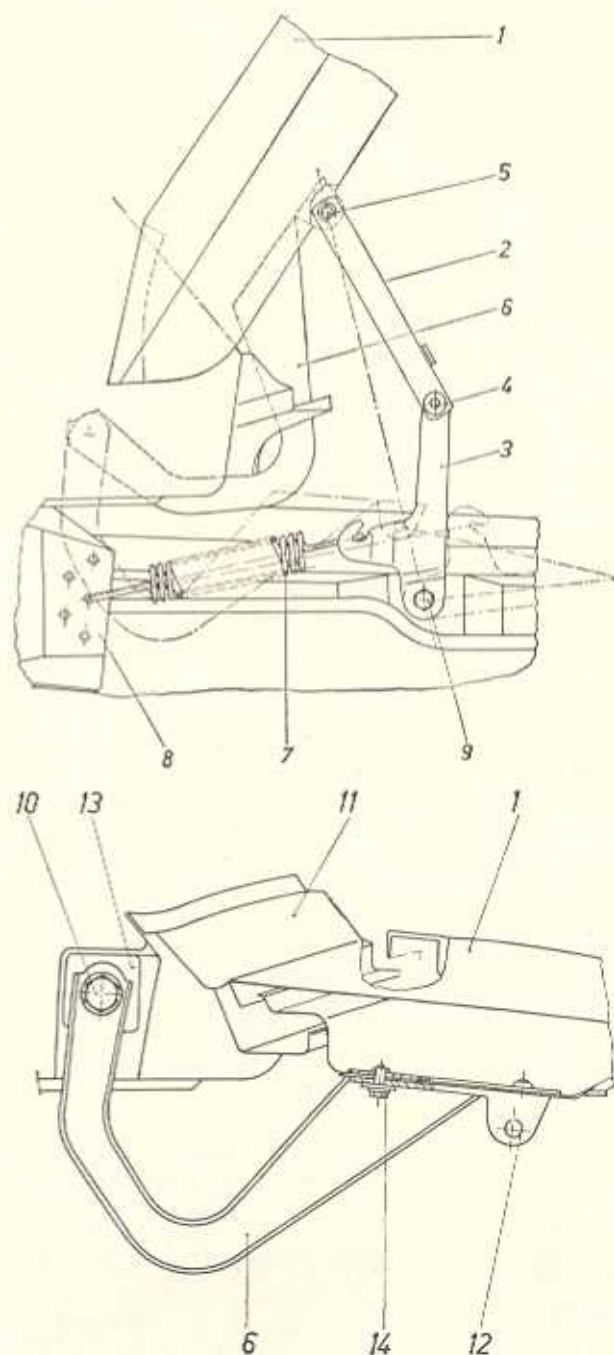

Bild K 54. Kofferraumdeckelscharnier und Stütze
1. Das Kofferraumdeckelscharnier (Bild K 54)